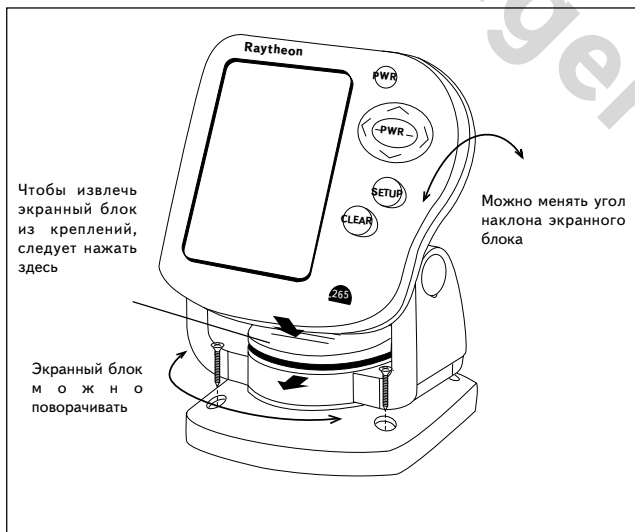

Рис.2-8
Можно устанавливать экранный блок на любую плоскую поверхность при помощи прилагающейся турели (рамы), как это показано на рис.2-8. (Можно дополнительно заказать комплект приспособлений, который позволяет быстросъемное соединение и установить эхолот на любой плоской поверхности или на приборной доске). Если используется стандартная турель для закрепления экранного блока, следует выполнить следующие рекомендации:
2. Извлеките эхолот из зажимов нажатием большой кнопки в центре турели, как это показано на рис.2-8.